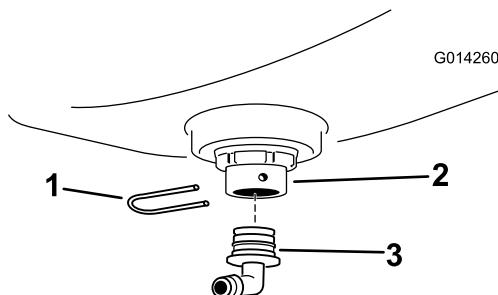

図 9
- バルクヘッドフィッティングに90°フィッティングを取り付け、この90°フィッティングをリテナフォークで固定する図9。
5. ホースを切断する(ページ5)で切断しておいたホース片53.3cmを、90° フィッティングに組み付けてクランプを手締めする図9。